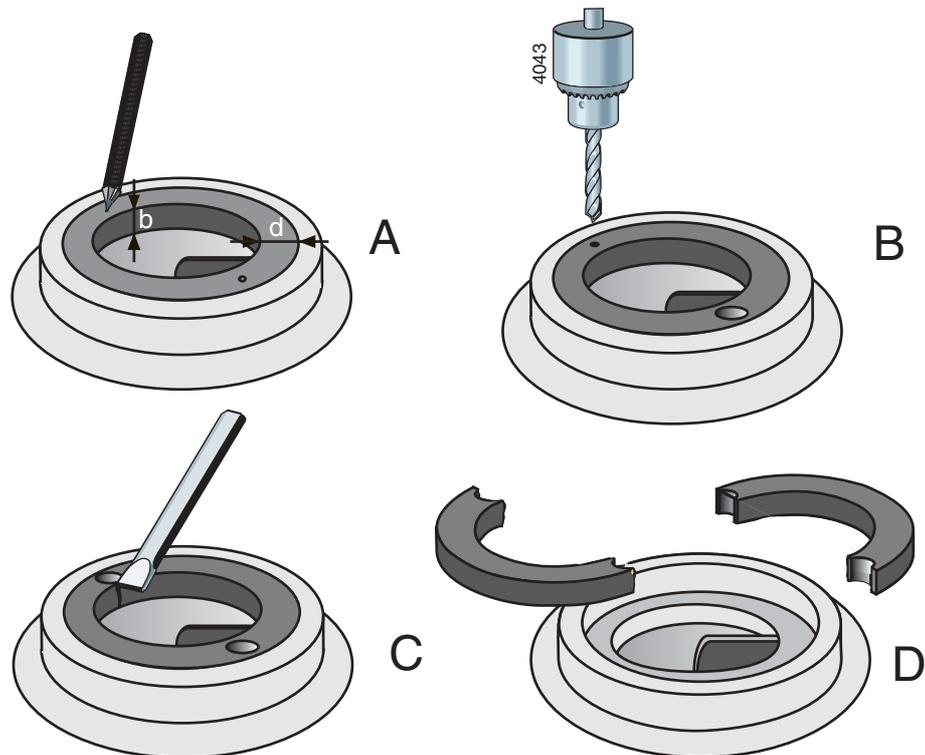

Figura 19: Rimozione dell'anello d'usura
- 1 Misurare lo spessore (d) e la larghezza (b) dell'anello. Vedere la la figura 19 A.
- 2 Fare due piccoli fori diametralmente opposti nel mezzo dell'anello. Vedere la la figura 19 B.
- 3 Utilizzare una punta con un diametro leggermente inferiore dello spessore (d) dell'anello. Vedere la la figura 19 C. Fare attenzione alla profondità del foro in modo che non superi la larghezza (b) dell'anello. per evitare di danneggiare il bordo d'appoggio nel corpo pompa.
- 4 Tagliare lo spessore rimanente dell'anello, utilizzando uno scalpello. Quindi è possibile togliere l'anello dal corpo pompa, in due parti. Vedere la la figura 19 D.